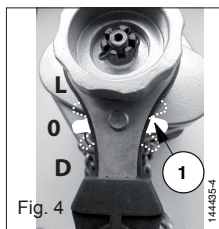

Fig. 4
2. Poner la palanca del selector (ítem 1 fig. 4) de movimiento en posición neutra "0".
4. Si el volante está bloqueado, colocar el selector en la posición "D" (fig. 4) y tirar manualmente hacia abajo el ramal de carga equipado con el gancho. Volver a colocar el selector en la posición "0" y tirar de la cadena liberada de este modo mediante el el tope de fin de carrera bajo.
1. Para elevar, tirar o tensar, colocar la palanca del selector en la posición "L" (fig. 4) y accionar la palanca con movimiento de vaivén.
2. Para bajar o soltar, colocar la palanca del selector en la posición "D" (fig. 4) y maniobrar la palanca con movimiento de vaivén.